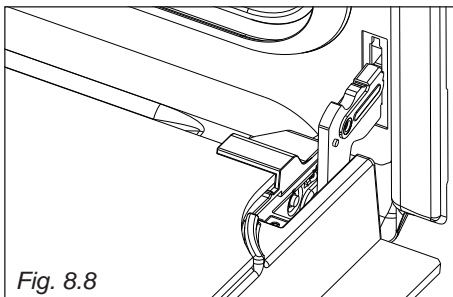

Fig. 8.8
- Aprire completamente la porta del forno (fig. 8.8).